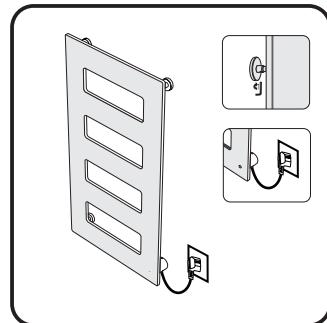

Рис.12
5.14. Вденьте установленные на полотенцесушителе шпильки в посадочное отверстие кронштейна и закрепите стопорными винтами (рис. 12).
5.15. По окончании установки включить электрошнур в электросеть, светодиод загорится синим светом (рис. 12). Изделие готово к работе.